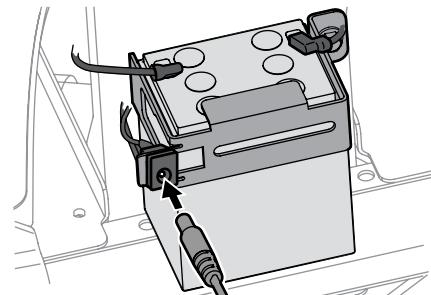

Figura 4-16
- a. Para este tractor, está disponible por separado una unidad de carga. Las instrucciones para el uso de esta función se adjuntarán al accesorio de carga de la batería. La unidad de carga se conecta justo al lado de la batería como se indica en la Figura 4-16. Para pedir el cargador de la batería, consulte la hoja del Suplemento sobre Piezas/Garantía.